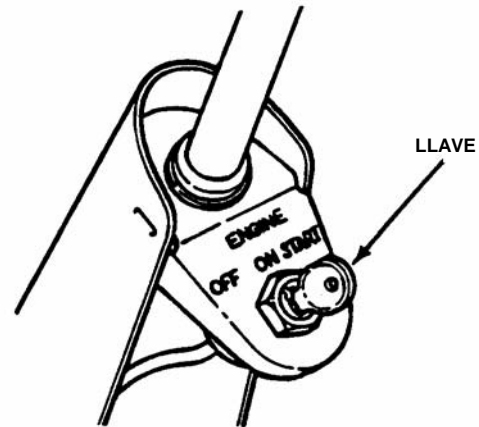

FIGURA 2.9
6. Ponga la llave de contacto en "ON" (ENCENDIDO). Vea la figura 2.9.